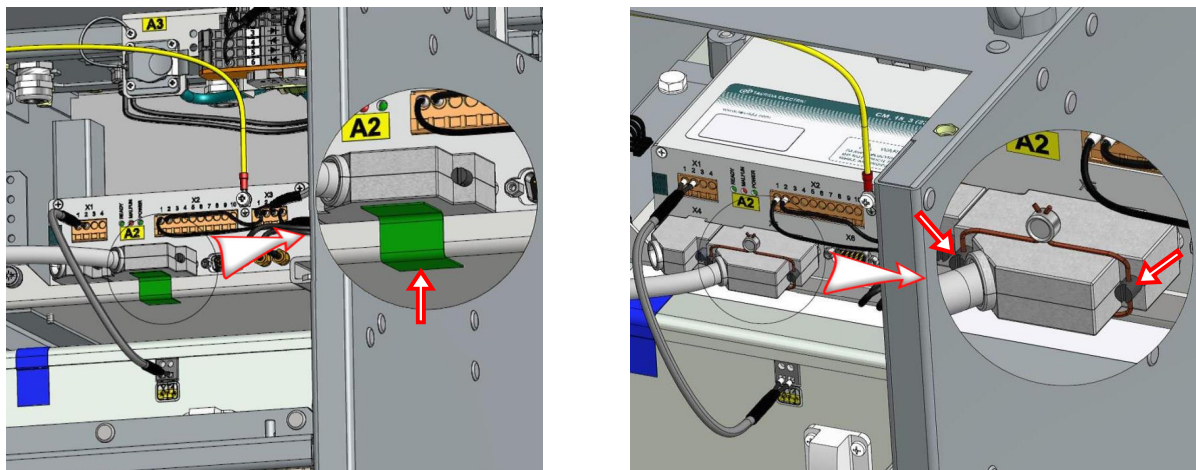

Рис.3.30. Два варианта установки пломб в отсек РЗА
1. Открыть дверь отсека РЗА, приклеить специальную индикаторную пломбу-наклейку (рис. **Рис.3.30**- слева) или установить пломбу проволоочного типа, продев проволоку (или иные материалы, предназначенные для установки пломб такого типа) в отверстия специальных винтов разъема жгута измерительного тракта, произвести опломбировку, рис. **Рис.3.30** - справа.